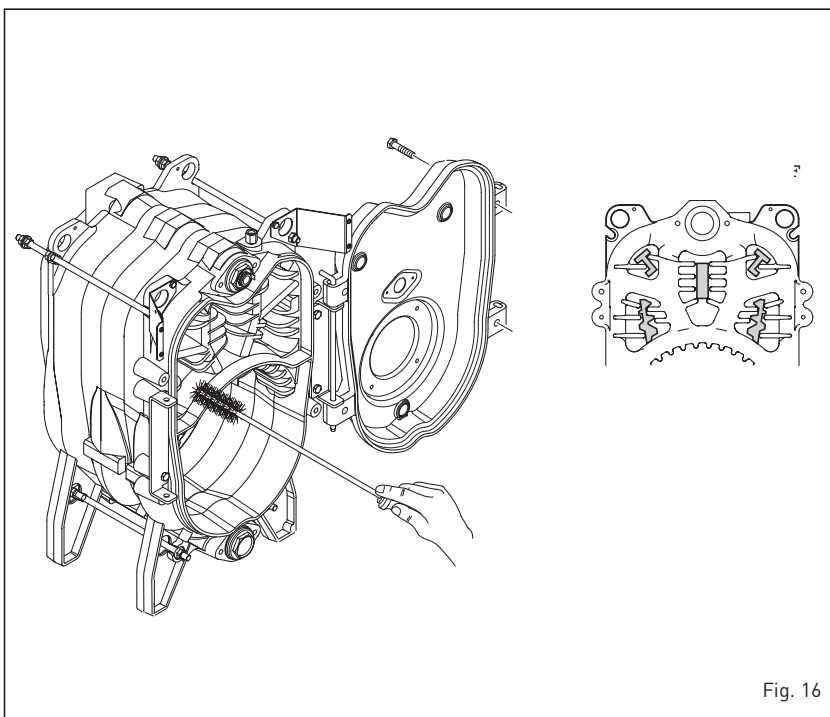

Fig. 16
4.7.1 Limpieza pasajes humo (fig. 16)
Para la limpieza del pasaje de los humos del cuerpo de la caldera utilizar la respectiva rampa. Con el mantenimiento ya realizado ubique los tubulares en la posición inicial (fig. 16).